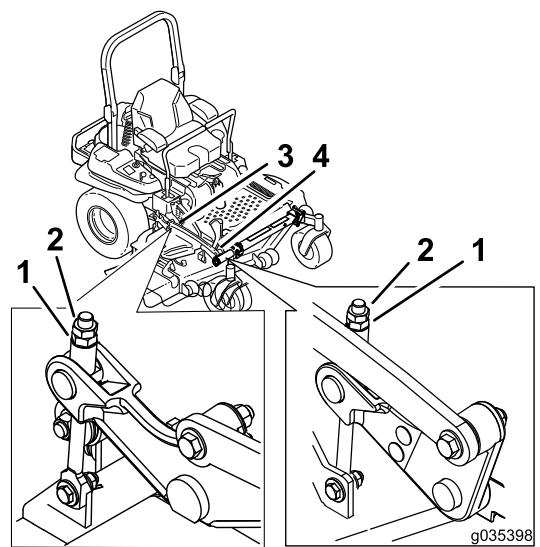

**Figura 96**
- 9. En ambos lados de la carcasa, mida desde la superficie nivelada hasta la punta delantera de la cuchilla (Posición A), según se muestra en la Figura 96.
- En ambos lados de la carcasa, mida desde la superficie nivelada hasta la punta trasera de la cuchilla (Posición B), según se muestra en la Figura 96.